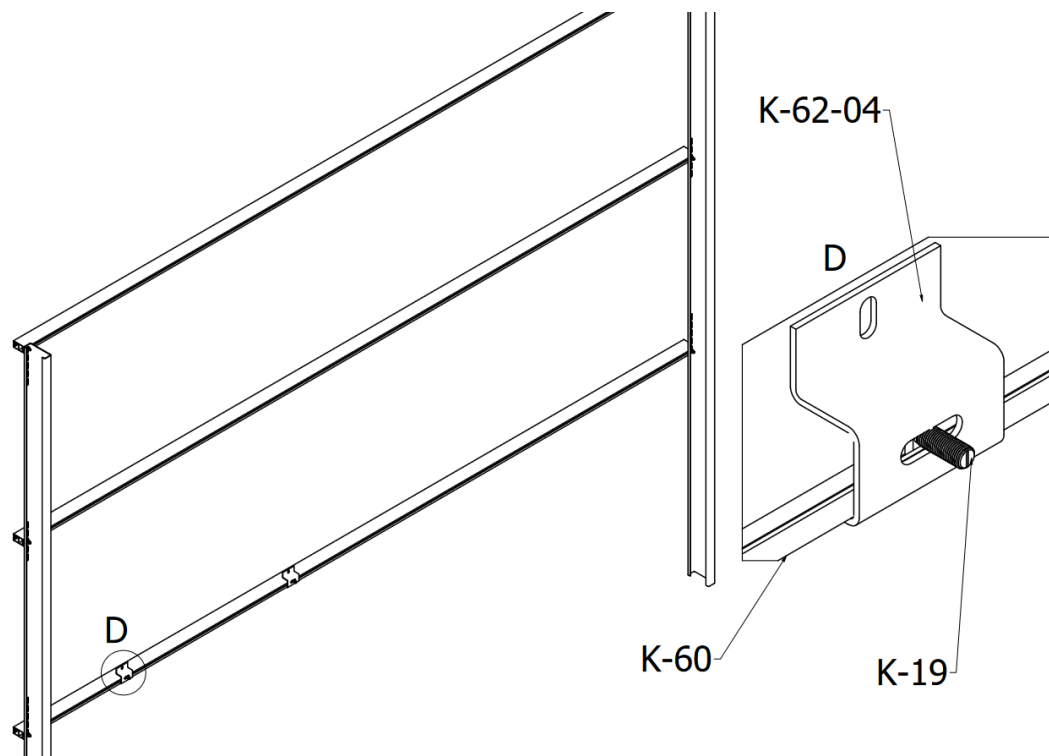

RYS. 9 Montaż wspornika
11. Przed przystąpieniem do montażu modułów, należy podeprzeć na środku pomiędzy podporami pierwszy profil K-60 -rys.9. Należy uzyskać małe przegięcie profilu w stosunku do poziomu patrz -rys.10. Czynność wykonać między każdą podporą.